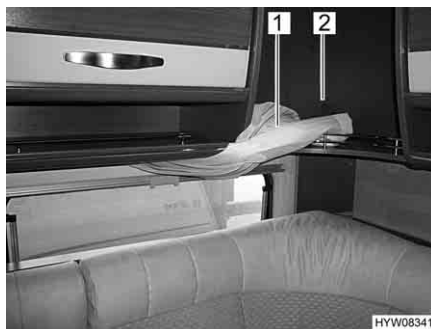

Fig. 69 Letto in coda, riporre le tendine nelle bauliere
- Riporre le tendine (Fig. 69,1) con cautela nelle bauliere (Fig. 69,2) facendole passare sopra il letto in coda. In caso contrario, le tendine possono rimanere impigliate e danneggiarsi.